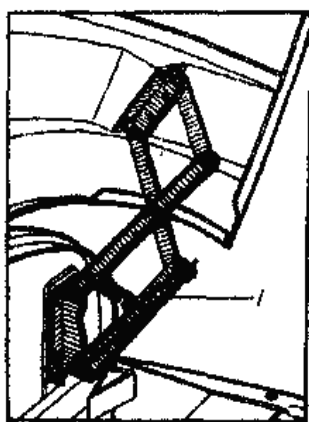

Рис. 2. Предохранитель механизма подъема капота:
6. При обслуживании двигателя механизм подъема капота зафиксируйте предохранительным крючком 1 (рис. 2).